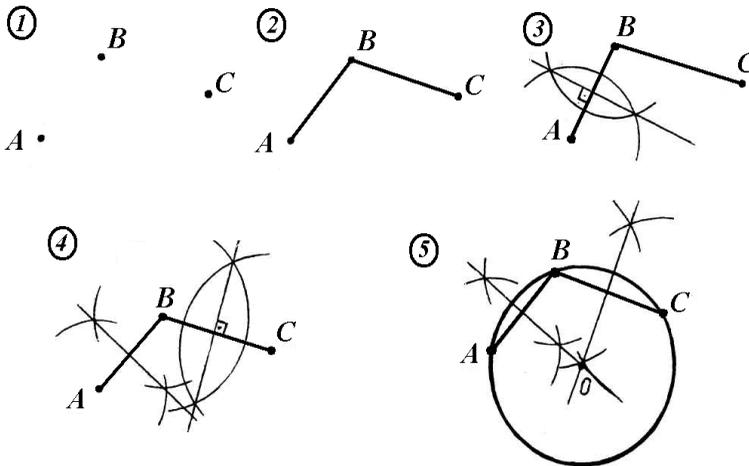

Рис. 7.
1) Даны три произвольные точки A , B и C , которые не лежат на одной прямой (рис. 7).